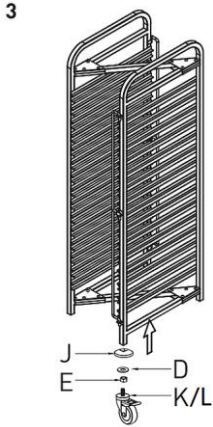

Рис. 3
3. Прикріпити 4 поворотні ролики (**К**) і (**Л**) на бічних частинах. Помістити по 1 гайці (**Е**), 1 шайбі (**Д**), 1 відбійнику (**Ж**) на поворотних роликах і вкрутити їх в квадратну трубу бічних частин (рис. 3).